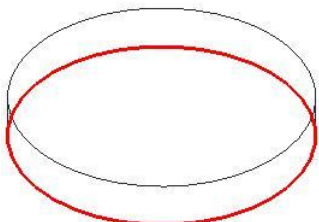
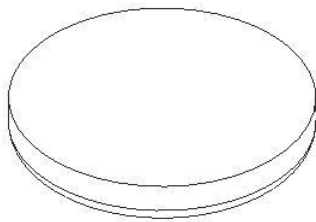

图5-5
图5-6
3. 使用边倒圆功能创建圆角特征。选择图 5-5 所示的实体边缘，然后设置圆角半径为“6”，结果如图 5-6 所示。